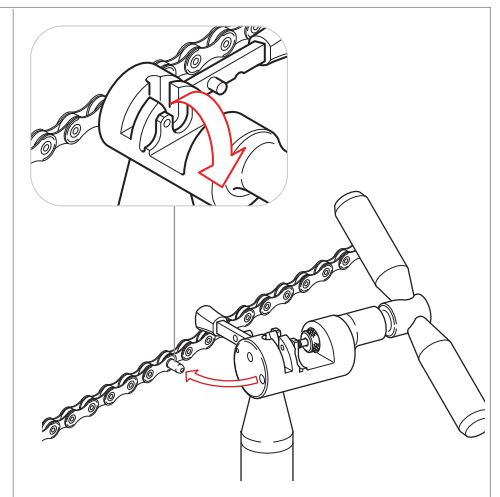

Fig.14
- Inserite la porzione di guida sporgente nell'apposito foro alla base dell'utensile e spezzatela con una flessione (Fig. 14). All'interno della bussola ULTRA-LINK 5-CN-SR700 deve sempre rimanere la parte terminale della guida spezzata.
- Estraete il dispositivo di blocco (Z) e rimuovete la catena dall'utensile.